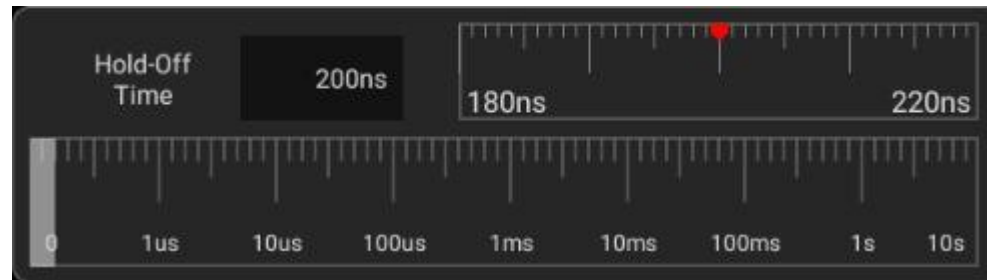

Abbildung 5-11 Einstellungsoberfläche für die Trigger-Hold-Off-Zeit
- 1) Tippen Sie im Hauptmenü auf „Trigger“, um das Trigger-Menü zu öffnen. Tippen Sie unter „Allgemein“ auf das Feld neben „Rejection Time“, um die Oberfläche zur Einstellung der Hold-off-Zeit zu öffnen. Die Triggerzeit wird oben links angezeigt, die Zeitskala für die Feineinstellung oben rechts und die Zeitskala für die Grobeinstellung darunter, wie in Abbildung 5-11 dargestellt.
- 1) Tippen Sie im Hauptmenü auf „Trigger“, um das Trigger-Menü zu öffnen, wählen Sie als Trigger-Typ „Flankentrigger“ aus und stellen Sie den Flankentrigger wie in Abbildung 5-11 gezeigt wie folgt ein: